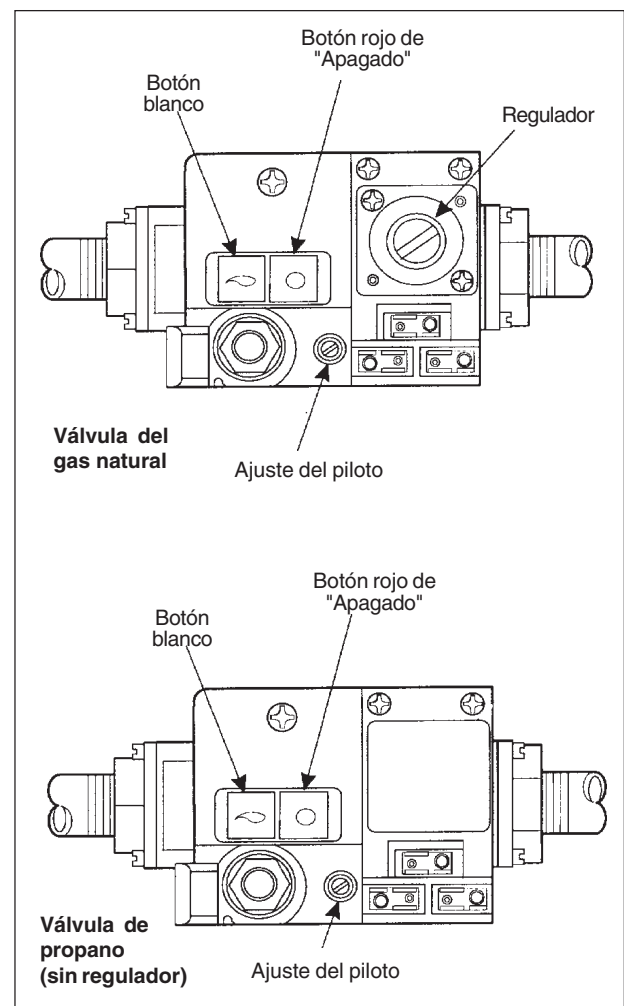
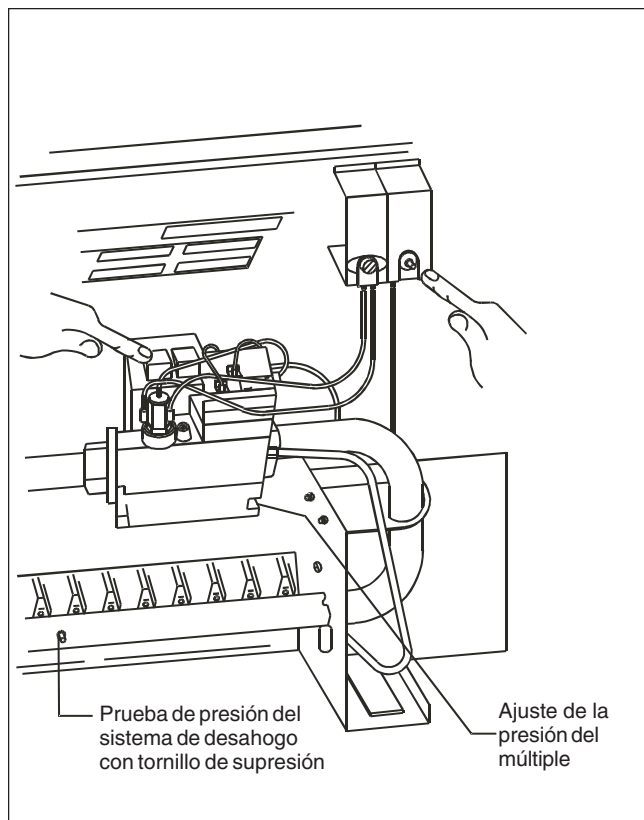

Figura 17. Válvulas de control del gas.
Figura 18. Encendido del piloto.
2. Presione y libere el botón identificado "O" de la válvula de control del gas (ver Figura 17).
5. Presione el botón blanco del control de gas y manténgalo completamente presionado (ver Figura 17). Al mismo tiempo presione constantemente el botón del encendedor (ver Figura 18) para producir la chispa en el piloto del quemador. Cuando el piloto se encienda, mantenga el botón de la válvula del gas completamente presionado por 30 segundos más.
8. Si el piloto no se puede encender, verifique que la llama del piloto del quemador cubra adecuadamente la punta del termopar por unos 10 a 13 mm. De no ser así, verifique que el tornillo de ajuste del piloto del control del gas (ver Figura 17) esté completamente destornillado, luego vuelva a darle un giro de vuelta con el destornillador. Verifique que las conexiones del termopar en el control del gas y en el termostato de sobrecalentamiento estén limpias y bien aseguradas. Repita desde el paso 5.
4. Extraiga el tornillo del múltiple (quemador) que ajusta la presión de prueba del sistema de desahogo (ver Figura 18) y conecte de forma segura un medidor de presión de gas adecuado.